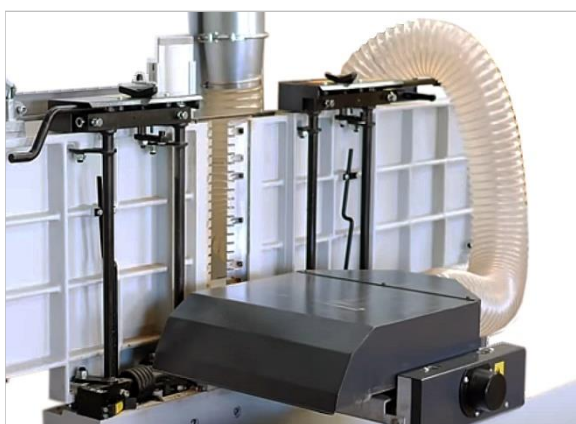

Abbildung 39: Absaugschlauch im Dickenhobelbetrieb
- Der Absaugschlauch kann über den hochgeklappten Aufgabetisch gehängt werden, so wie es in der ⇒ Abbildung 39 veranschaulicht ist.